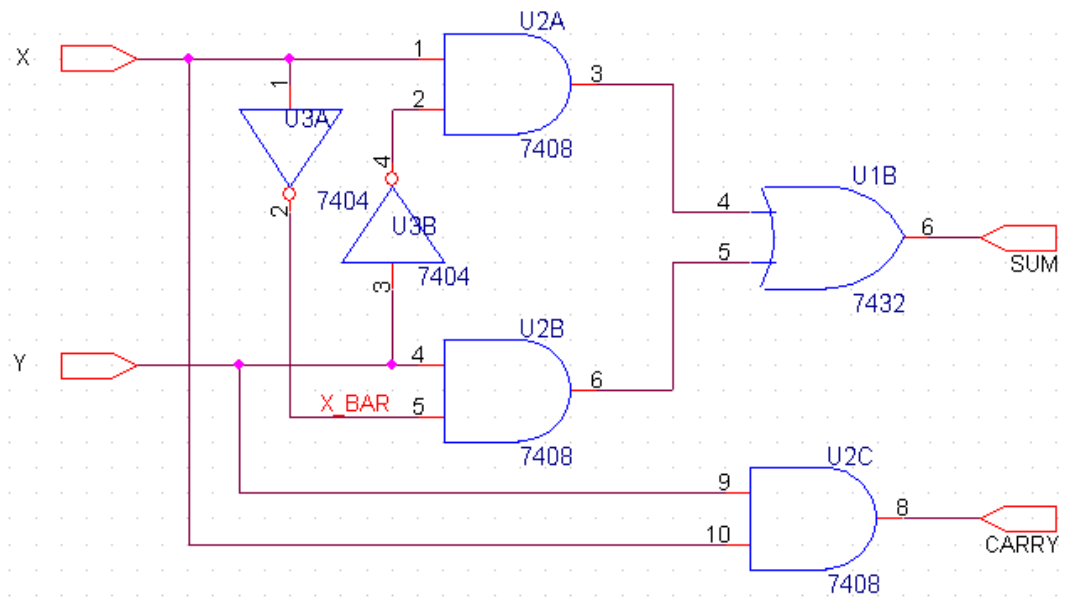

Рис.1 .
2. Собрать принципиальную схему проекта на примере схемы полного сумматора с иерархической структурой (рис. 1,2,3).
2.1. Разместить компоненты (Place / Part) на схеме нижнего уровня иерархии (рис.1), для добавления нужных библиотек использовать Add Library. Разместить символы «земли» и источников питания (Place / Ground). Соединить компоненты проводниками (Place / Wire). Назначить имена Net Alias цепей (net).
- Создать схему нижнего уровня (рис.1)